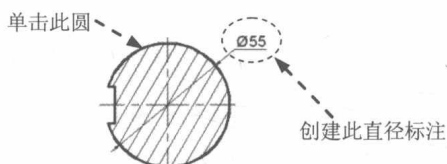

图 1.1.20 创建直径标注
Step2. 创建直径标注。选择下拉菜单 **标注(B) → 直径(D)** 命令, 单击图 1.1.20 所示的圆, 在绘图区的空白区域单击, 以确定尺寸放置的位置。